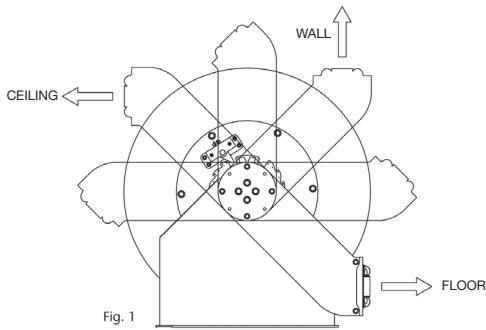
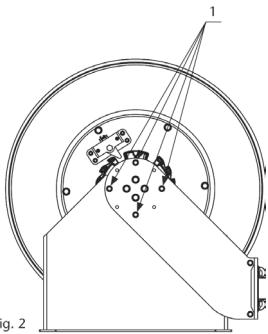

Fig. 1
Fig. 2
The reel can be wall, ceiling or floor mounted. To allow the hose to always be optimally extended, the guide arms can be assembled in 6 different positions (fig. 1). To position these guide arms, loosen and remove the screws (1) (fig. 2) in both arms. At this moment, the spool and the guide arms become loose from the reel frame. Then, just position the guide arms in the desired position and fix them with the same screws.
Slangupprullaren kan monteras på vägg, i tak eller på golv. För att slangen alltid skall vara optimalt utrullad, kan utloppsarmarna justeras i sex olika positioner (fig 1.) För att justera utloppsarmarna, lossa på bultarna (1) (fig 2.) på båda armarna. Detta frigör armarna och trumman från stativet. Justera utloppsarmarna till önskad position och skruva dit bultarna.
Der Automatik-Schlauchaufroller kann an Wand, Decke oder Boden montiert werden. Damit der Schlauch in jedem Fall in optimalem Winkel ein- und ausgezogen werden kann, können die Führungsarme in 6 verschiedenen Positionen montiert werden (Abb. 1): Um die Führungsarme in die gewünschte Stellung zu bringen, müssen die Schrauben (1) (Abb. 2) an beiden Armen gelöst und entfernt werden, so dass die Trommel zusammen mit den Führungsarmen vom Rahmen getrennt ist. Daraufhin können die Arme in die gewünschte Stellung gebracht und mit denselben Schrauben wieder befestigt werden.